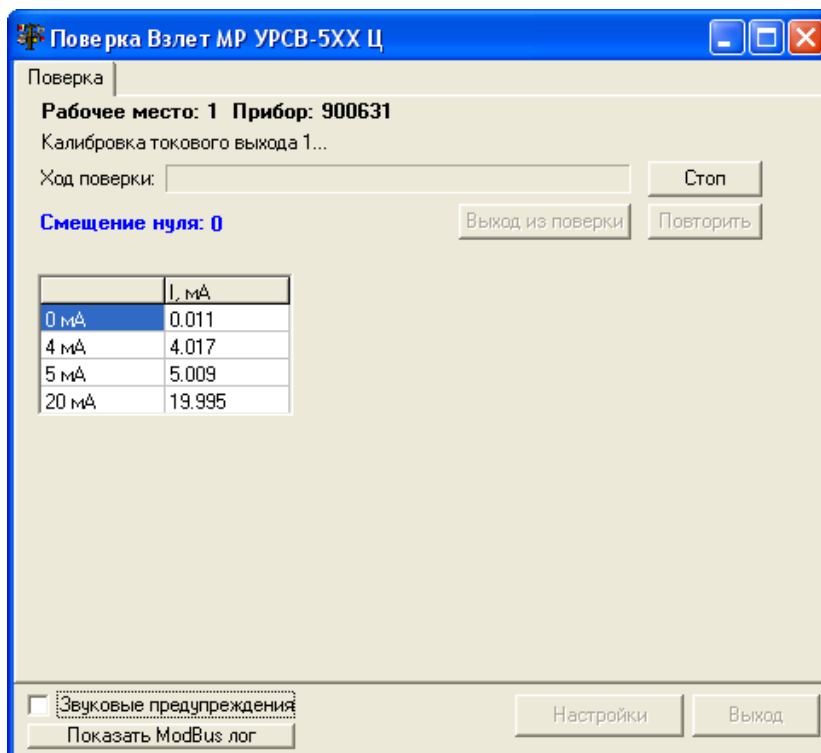

Рис.28. Вкладка «Калибровка токового выхода».
2.6.7. Если в приборе установлен и определён токовый выход, то на мониторе появится вкладка (рис.28) и автоматически начнется калибровка токового выхода.